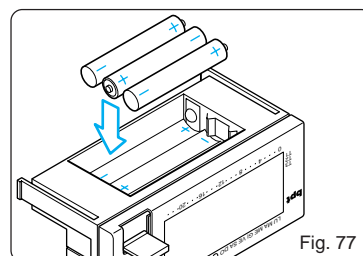

Fig. 77
16.2 - Inserire n. 3 pile alcaline LR03 tipo micro stilo AAA da 1,5V nell'apposita sede rispettando le polarità indicate sul fondo dell'alloggiamento (fig. 77). Dopo qualche secondo le indicazioni sul display ricompariranno.